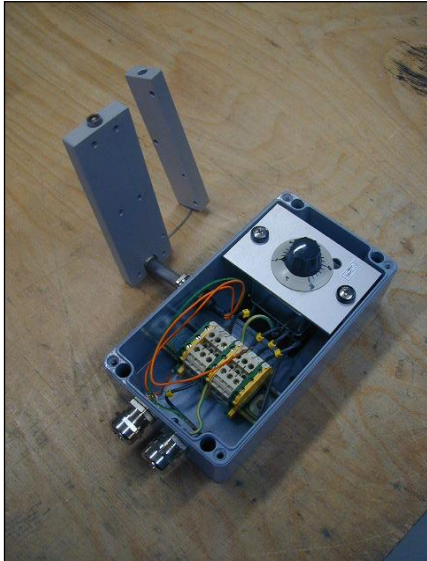

Abbildung 17 Anschlussdose mit Heizpatrone und Thermostatsensor
- Anschlussdose einschließlich Heizpatrone und Thermostatsensor abnehmen (Abbildung 17)